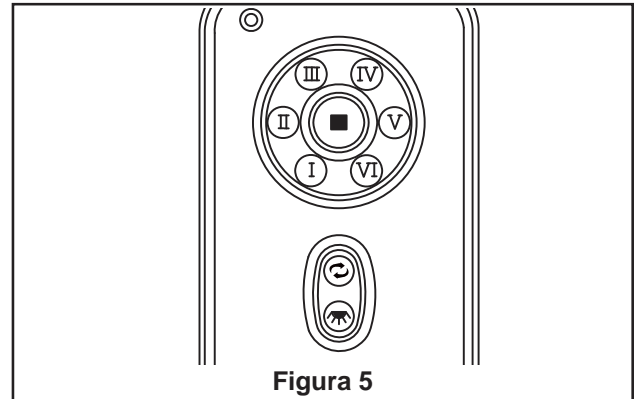

Figura 5
5. Asegure el vidrio en la ensamble de kit de luz girándolo en el sentido de las agujas del reloj y sin apretar demasiado. (Figura 5)
5. Los botones del mando a distancia se describen a continuación: (Figura 5)